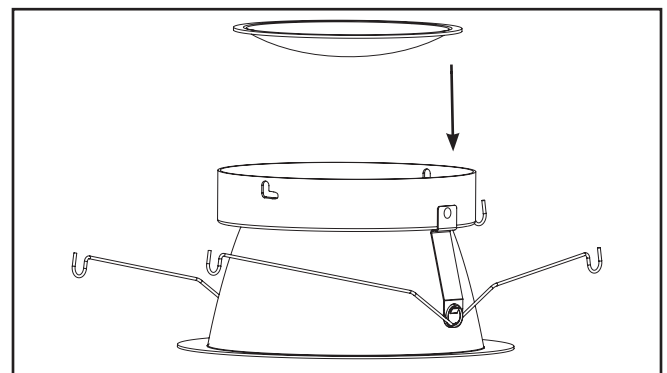

Figure 7.
4. Insérez la lentille dans la garniture inférieure de façon à ce que la partie concave soit face vers le bas (Figure 7.).